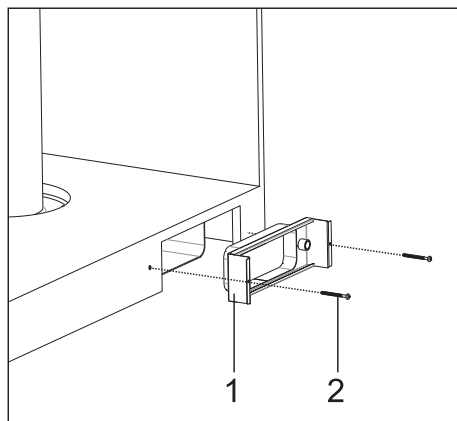

Fig. 1
1. ➤ Placera kolfilterkabinettet (Fig. 1/1) i det utsågade hålet. Skruva fast kolfiltret i hålet med 2 skruvar (Fig. 1/2).